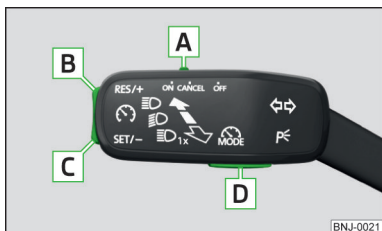

Fig. 228
### Prezentare generală a elementelor de operare a GRA » fig. 228
- ▶ Prin apăsarea tastei **D** » fig. 228.
- Prin acționarea tastei **D** » fig. 228 în timpul reglării, aceasta se întrerupe și se dezactivează limitatorul de viteză.